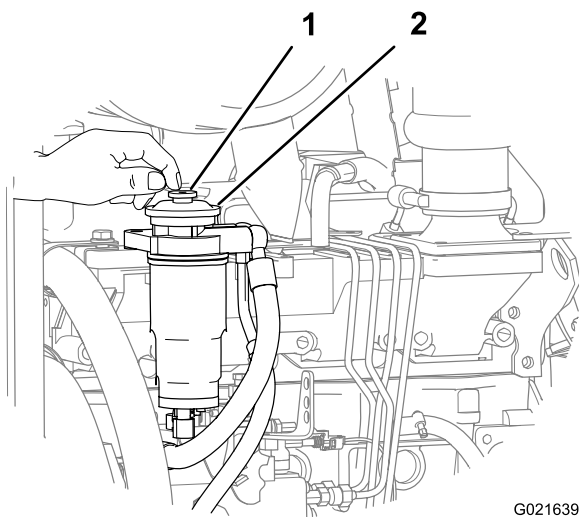

Figura 127
6. Localize o botão de escorva na parte superior do adaptador do filtro de combustível secundário (Figura 127).
7. Pressione e libere o botão de escorva repetidamente até sentir resistência ao apertá-lo (Figura 127).